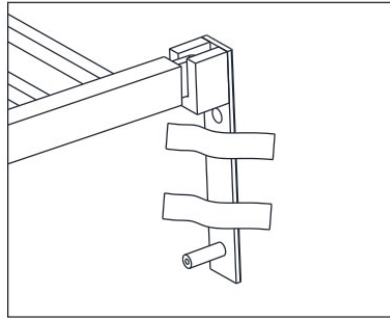

Figura 3
3. Colocar os autocolantes secundários na ficha de parede para a fixar. Ver Figura 3